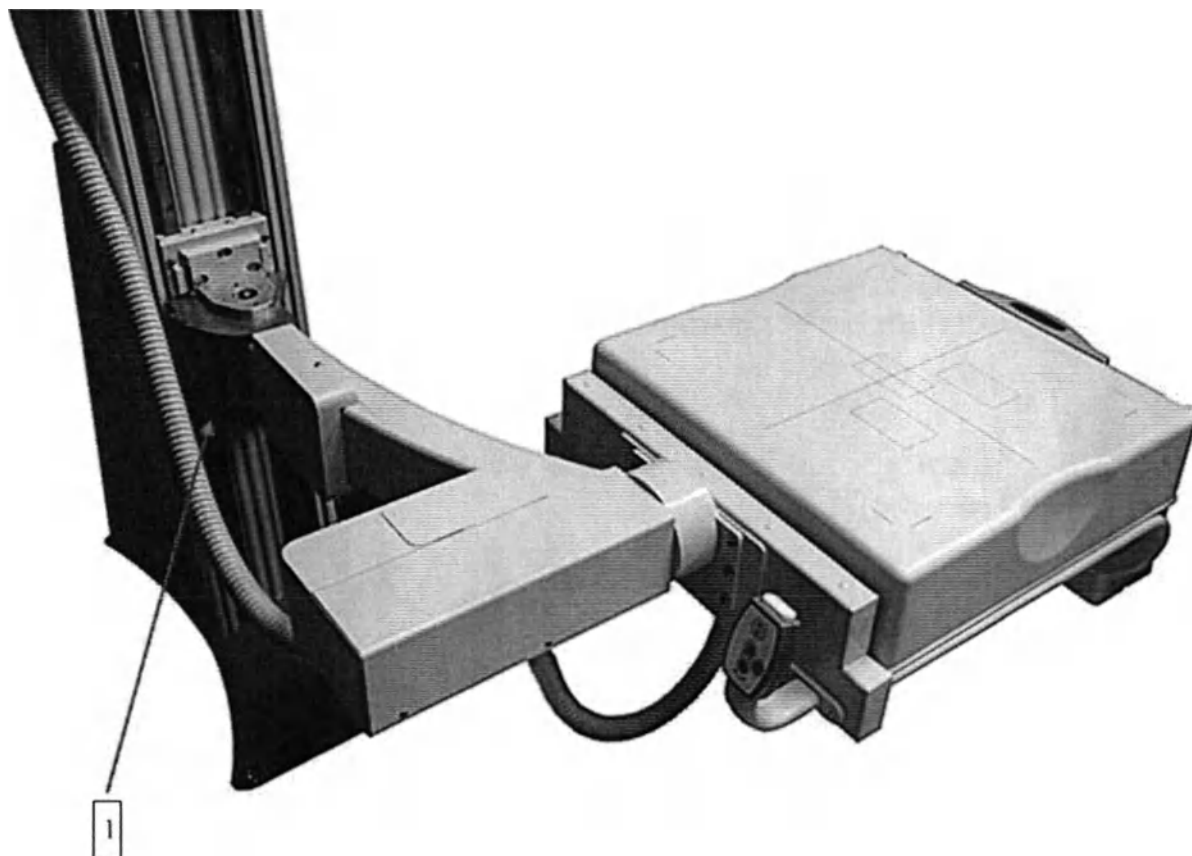

Рисунок 4.11 – Поворот детектора на 90° в горизонтальной плоскости для режима вертикального снимка (опция)
2. Нажмите на кнопку  . При этом фиксатор выйдет из паза (см. Рисунок 4.11, поз.1).